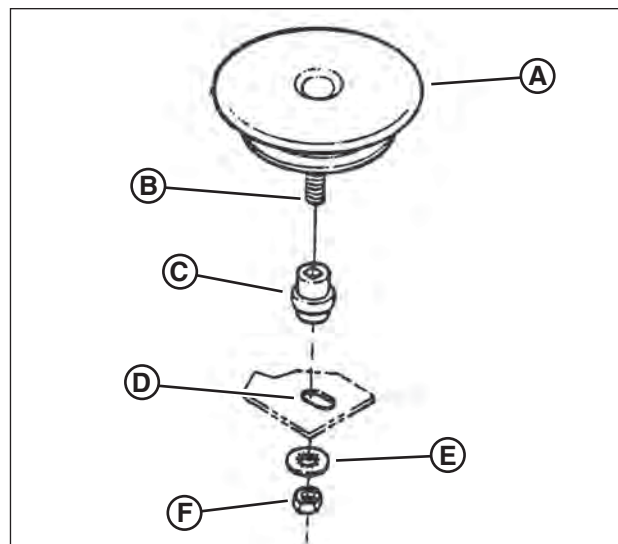

Figura 34: Retiro del disco de transmisión
5. Afirme el extremo ranurado del perno del disco de transmisión (**B**, **Figura 34**) con un destornillador y retire la tuerca (**F**) y la arandela de seguridad con dientes internos (**E**).